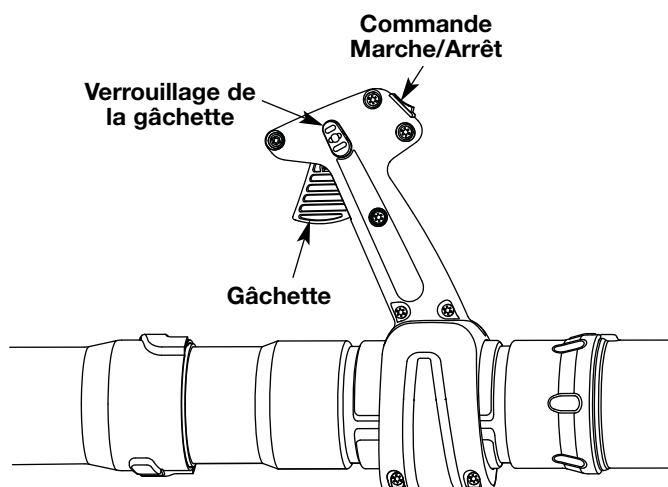

Fig. 15
**REMARQUE: L'appareil devrait être démarré au ralenti. Ne pas appuyer sur la manette pendant le démarrage** (Fig. 15).
**DÉMARRAGE À CHAUD:** Si le moteur est déjà chaud, mettre le levier de l'étrangleur en **position 3** et tirer sur le cordon pour redémarrer. **L'appareil devrait être démarré au ralenti. Ne pas appuyer sur la manette pendant le démarrage** (Fig. 15).
2. Appuyer et maintenir la commande Marche/Arrêt enfoncée en position ARRÊT (O) jusqu'à ce que le moteur soit complètement arrêté (Fig. 15).
- Utilisez le verrouillage de la manette (Fig. 15) pour maintenir cette dernière enfoncée pour en faciliter l'opération continue.